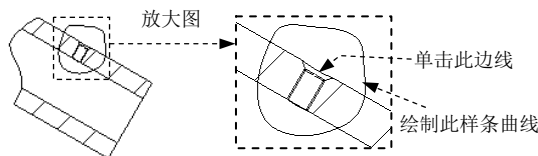

图 11.2.24 选取参考
Step2. 在系统 $\rightarrow$ 在一现有视图上选择要查看细节的中心点。的提示下,在图 11.2.24 所示的边线上选取一点,此时在选取的点附近出现一个红色的十字线。
Step3. 绘制放大视图的轮廓线。在系统 $\rightarrow$ 草绘样条,不相交其他样条,来定义一轮廓线。的提示下,绘制图 11.2.24 所示的样条曲线以定义放大视图的轮廓,当绘制到封闭时,单击鼠标中键结束绘制(在绘制边界线前,不要选取样条曲线的绘制命令,而是直接单击进行绘制)。